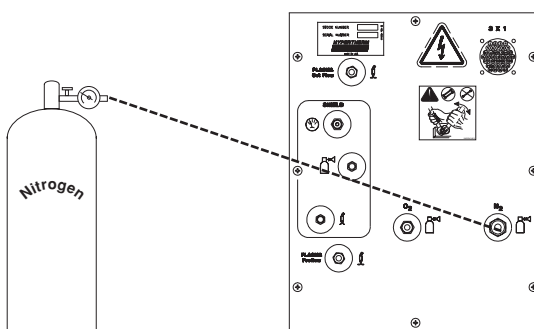

Figura 4-7 Suprimento de nitrogênio para entrada de N₂ no console de gás
6. Conecte a mangueira de suprimento de nitrogênio à conexão de N₂ no console de gás. Veja figura 4-7.